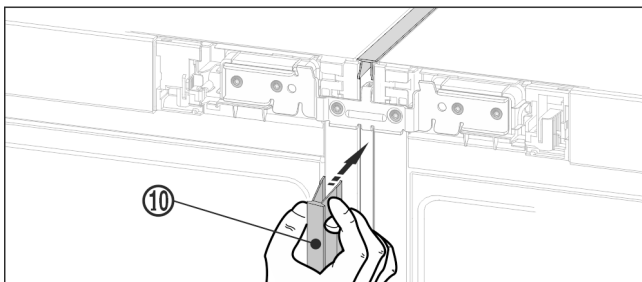

Fig. 22
- Trykk den lange dekklisten Fig. 22 (10) inn i den lodrette spalten på fremsiden. Pass på at listen står ned på forbindelsesplaten.